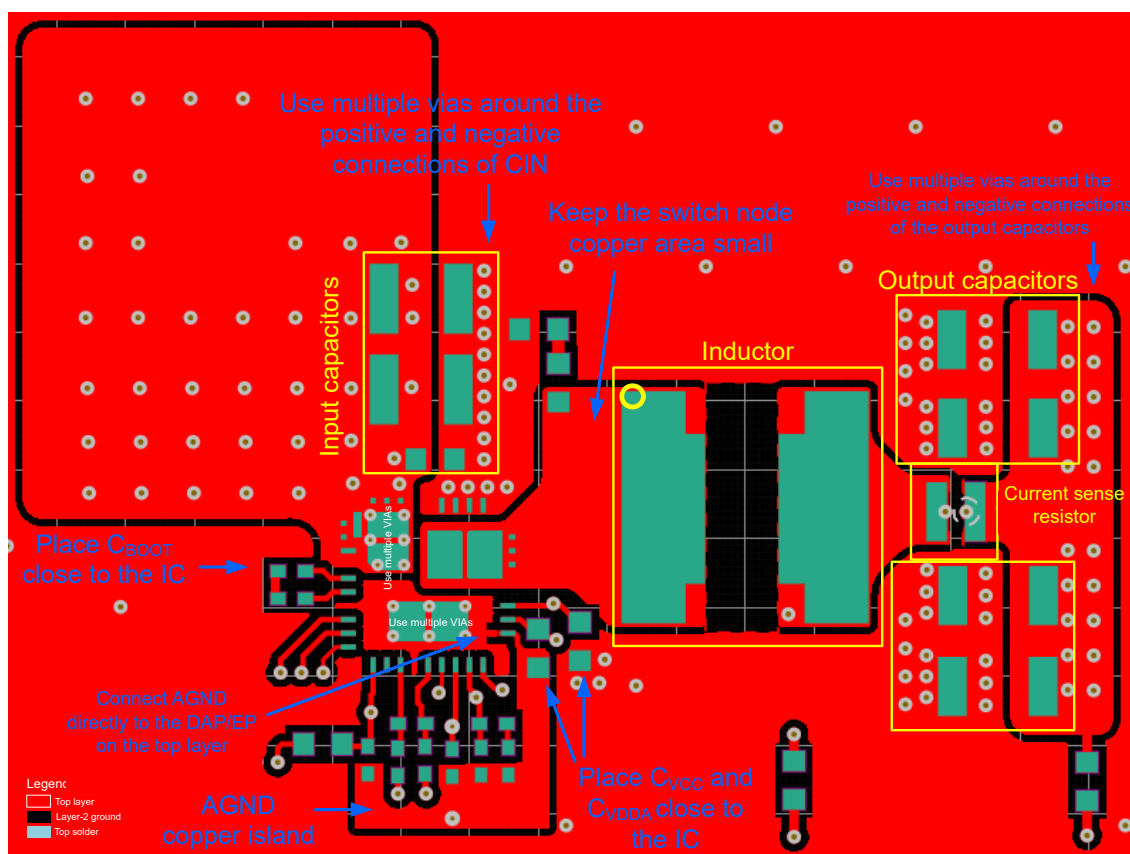

図 9-15. PCB の最上層
次のリストは、熱および EMI のシグネチャを含めて DC/DC レギュレータの性能を最適化するための、PCB レイアウトと部品の配置に関する重要なガイドラインを要約したものです。図 9-15 に、L デバイスの推奨レイアウトと、最適化された電力段および小信号部品の配置および配線を示します。
- VIN から PGND の間に、X7R または X7S 誘電体を使用した低 ESR セラミックコンデンサを使用します。図 9-15 に示されているように、高周波バイパス用に 0402 または 0603 コンデンサを VIN の近くに配置します。パルク容量を確保するために、追加の 1206 または 1210 コンデンサを使用します。